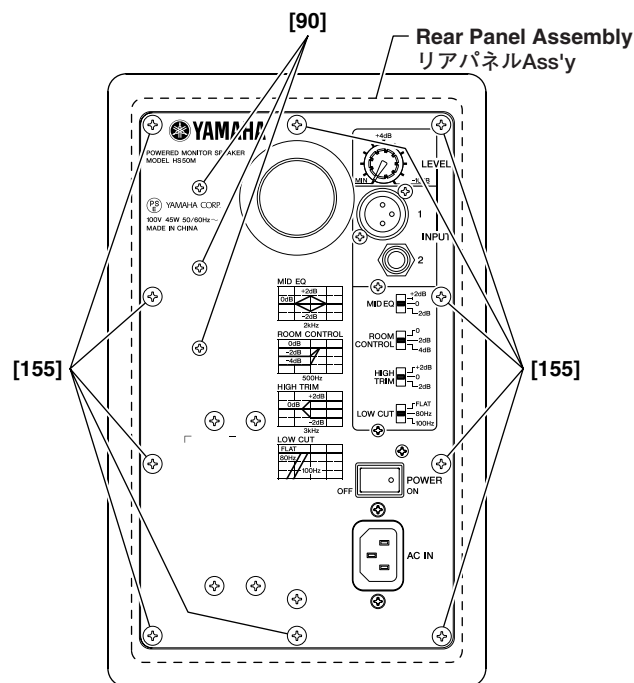

Fig. 2 (図 2)
Remove the ten (10) screws marked [155]. The rear panel assembly can then be removed. (Fig. 2)
- 4-2 Remove the three (3) screws marked [90]. The AMP unit can then be removed. (Fig. 2)
[155]のネジを10本外し、リアパネルAss'yを外します。(図 2)
- 4-2 [90]のネジを3本外し、AMPユニットを外します。(図 2)